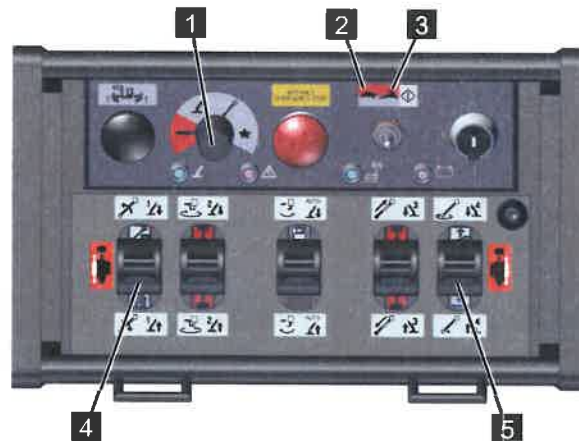

Abb. 98
2. Den Funktionswahlschalter auf [Kettenfunktion] (rot) (Abb.98/1) stellen.
3. Mit dem Betriebswahlschalter die Geschwindigkeit, [Kriechgang] (Abb.98/2) oder [Eilgang] (Abb.98/3) wählen.
4. Mit den Steuerhebeln (Abb.98/4 und 5) die Maschine gemäß nachfolgender Tabelle verfahren.